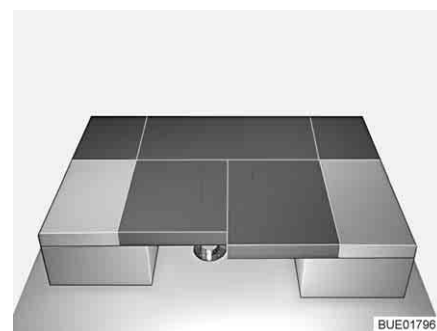

Fig. 105 Après la transformation
- Presser les deux coussins d'assise entre ceux de dossier (voir Fig. 105).